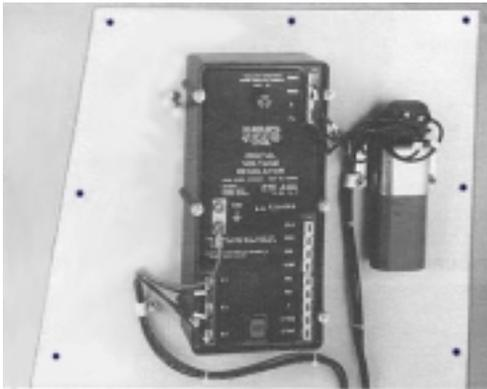

Figure 6-4
1. Noter les positions et les repères (reperer à nouveau si nécessaire) et débrancher les fils du régulateur de tension, du condensateur, et de tous les autres appareils fixes sur la boîte à bornes (Figure 6-4 et 6-5)